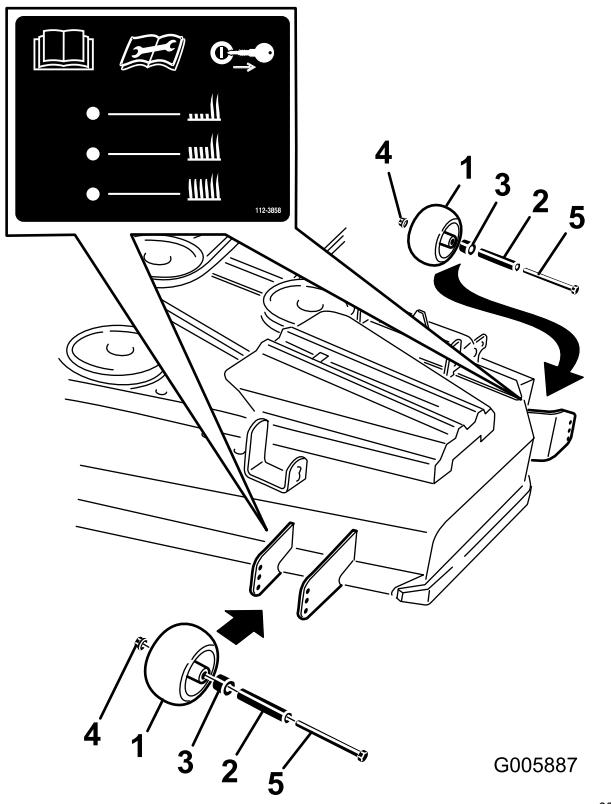
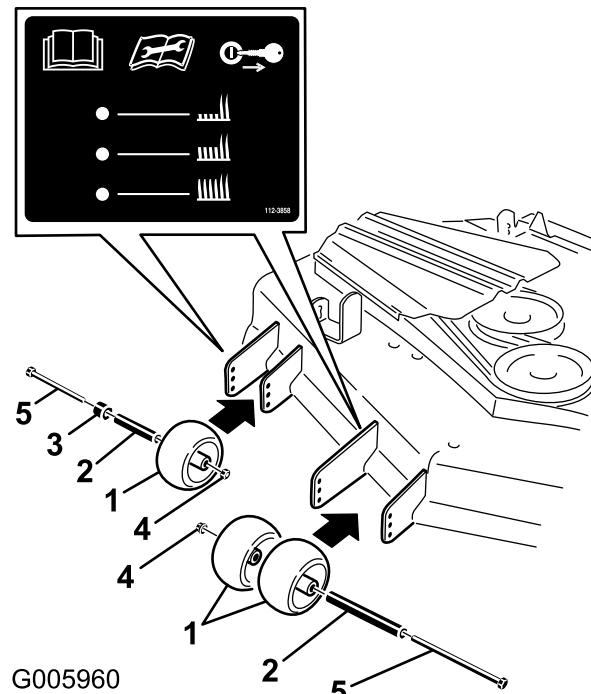

Figure 19
Figure 20
3. Après avoir réglé la hauteur de coupe, réglez les galets en retirant l'écrou à embase, la bague, l'entretoise et le boulon (Figure 19 ou Figure 20).
- Remarque:** Les 2 galets centraux n'ont pas d'entretoise (Figure 19 ou Figure 20).
5. Posez l'écrou à embase, la bague, l'entretoise et le boulon. Serrez à un couple de 54 à 61 N·m (Figure 19 ou Figure 20).